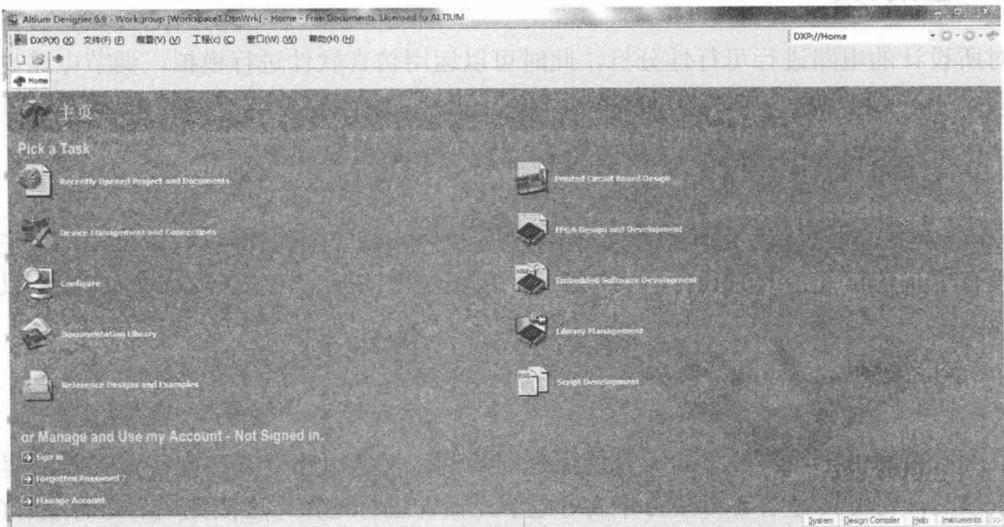

图 1-15 软件主页面
(4) 重启后即可看到菜单栏中语言变为了中文，如图 1-15 所示。